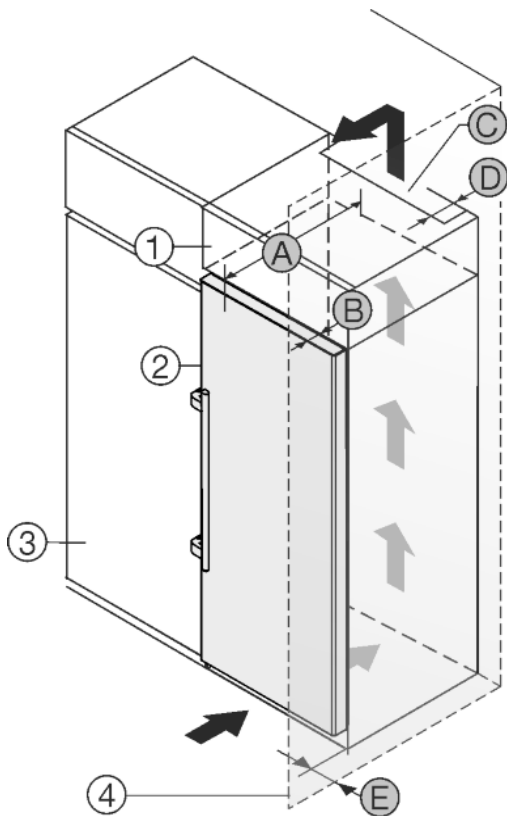

Fig. 30
Spotřebič lze zabudovat do kuchyňských skříní. K vyrovnání spotřebiče *Fig. 30 (2)* na výšku kuchyňské linky lze na přístroj nasadit nástavec *Fig. 30 (1)*.
Spotřebič lze instalovat přímo vedle kuchyňské skřínky *Fig. 30 (3)*. Aby bylo možné dvířka plně otevřít, musí spotřebič přesahovat o hloubku *Fig. 30 (B)* vůči přední linii kuchyňské skřínky. V závislosti na hloubce kuchyňských linek a použití vymeřovačů odstupů od stěny může spotřebič vyčnívat dále.
- Na zadní straně skřínky nástavce musí být větrací šachta hluboká alespoň hloubku *Fig. 30 (D)* mm přes celou šířku nástavce skřínky.
- Pod stropem místnosti musí být dodržen ventilační průřez *Fig. 30 (C)*.
Pokud je spotřebič se závěsy instalován vedle stěny *Fig. 30 (4)*, musí být dodržena vzdálenost *Fig. 30 (E)* mezi spotřebičem a stěnou. To odpovídá přesahu madla při otevřených dveřích.